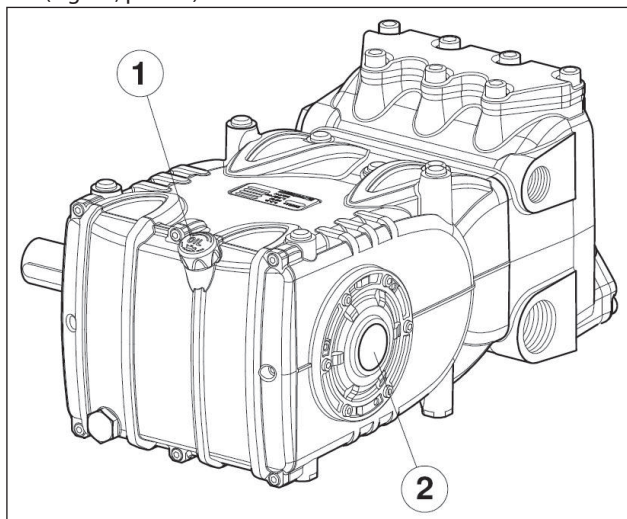

Fig. 14
5. El aceite en el cárter de la bomba se encuentre a nivel verificándolo con la correspondiente varilla (Fig. 14, pos. ①) y de forma excepcional con el testigo de nivel (Fig. 14, pos. ②).